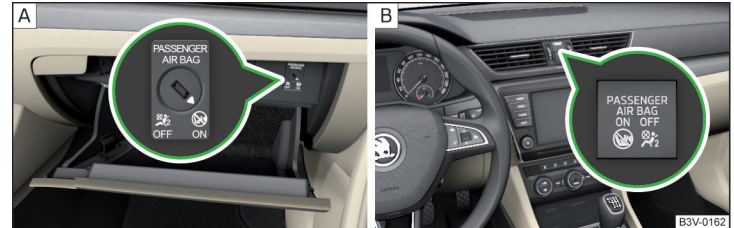

Abb. 13 Schlüsselschalter für Beifahrer-Frontairbag / Kontrollleuchte für Beifahrer-Frontairbag
Der Beifahrer-Frontairbag kann mit dem Schlüsselschalter abgeschaltet werden » Abb. 13 auf Seite 20 - A.
Stellungen des Schlüsselschalters » Abb. 13 - A
- › Mit dem Schlüssel den Schlitz des Schlüsselschalters » Abb. 13 - A vorsichtig in die Position **OFF** drehen.
- › Prüfen, ob nach dem Einschalten der Zündung die Kontrollleuchte **OFF**  unter dem Schriftzug **PASSENGER AIR BAG** » Abb. 13 - B leuchtet.
- › Mit dem Schlüssel den Schlitz des Schlüsselschalters » Abb. 13 -  vorsichtig in die Position ON drehen.
- › Prüfen, ob nach dem Einschalten der Zündung die Kontrollleuchte ON  unter dem Schriftzug PASSENGER AIR BAG » Abb. 13 -  leuchtet.